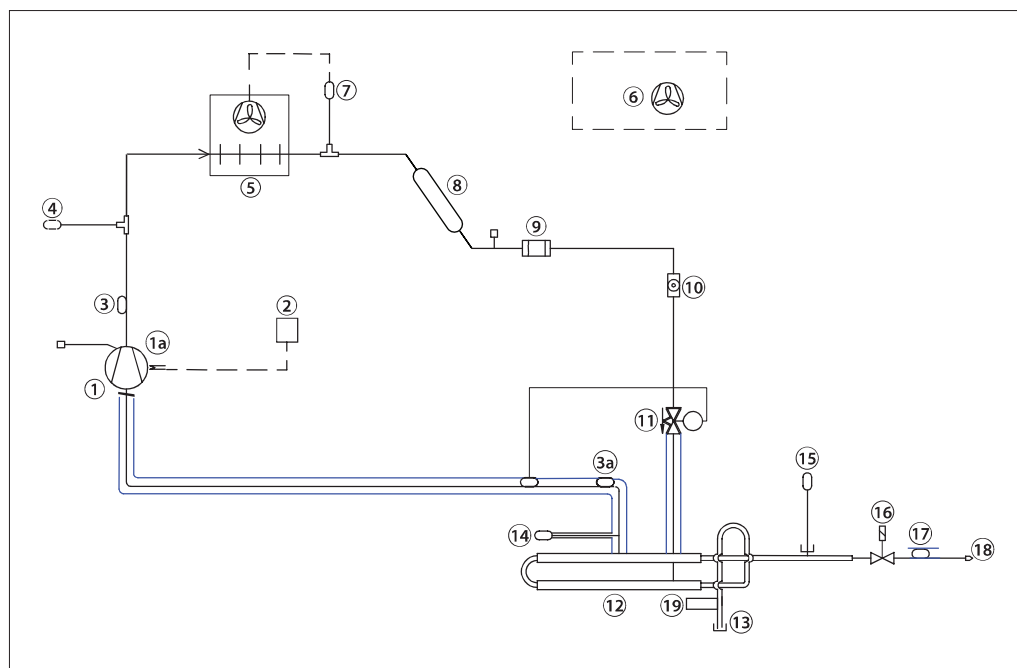

Fig. 1 Disposition du purgeur R290
| Kit de réparation pour vanne de purge principale (induit, tube, joint, orifice, cartouche de filtre). Voir Fig. 1, élément 16 | x | x | 084H5051 |
| Bobine d'électrovanne, 24V CC pour vanne de purge principale. Voir Fig. 1, élément 16 | x | x | 018F6757 |
| Restricteur, dans la conduite de purge en aval de la vanne de purge principale. Voir Fig. 1, élément 18 et Fig. 13. | | x | 084H5054 |
** Voir Fig. 1 et Fig. 10a
Seul 1 raccordement mécanique est nécessaire pour le purgeur (voir fig.1). Le débit d'ammoniac/ de gaz NC de l'installation principale circule dans la bride pour ammoniac (voir le point 13 dans la figure 1 ci-dessous), tandis que la purge de gaz NC est effectuée par le tuyau de purge après le restricteur de purge (18).